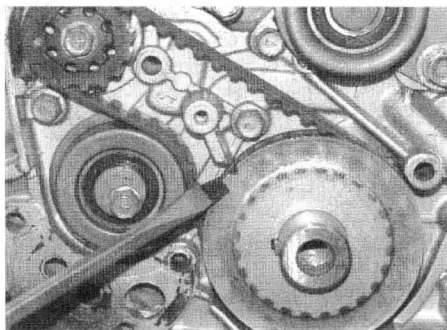

图 1-19 曲轴上的记号
2) 顺时针转动曲轴, 直到传动带盘上的凹口与正时指示器上的记号对齐, 如图 1-19 所示。